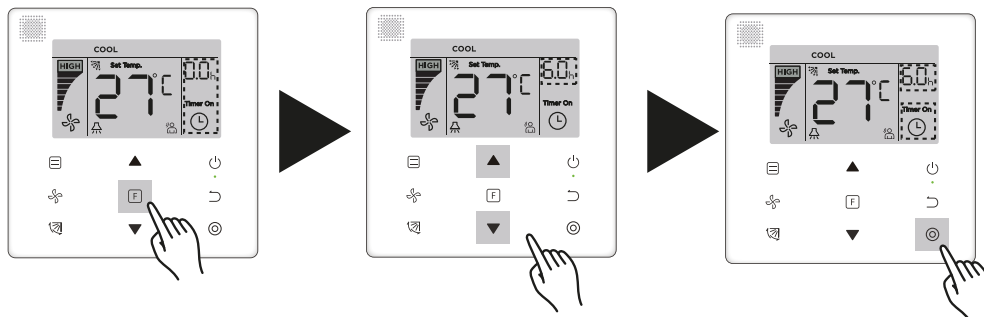

Figura 28
1. Ajuste de “Timer On”: pressione o botão (Function) para ir para o ajuste de “Timer On”, a tela exibirá “0.0h Time On” e as palavras “Time On” piscarão, em seguida, pressione o botão  (Confirmar) para ir para o ajuste do temporizador. Pressione os botões  e  para ajustar a hora e pressione o botão  para concluir o ajuste do temporizador (consulte a Figura 28).